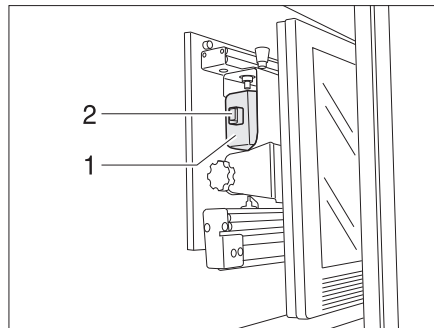

Fig. 10 Support dans le meuble de télévision
- Tourner le téléviseur dans sa position initiale (Fig. 10) et, le cas échéant, le laisser s'enclencher.
- Pousser la console du téléviseur ou le support de l'écran plat à l'aide de la poignée (Fig. 10,1) vers l'arrière. Le verrou (Fig. 10,2) s'enclenche.